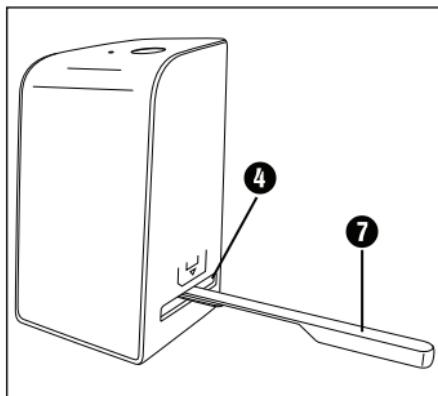

Figura 3
- ◆ Limpie la superficie de la retroiluminación en el interior del aparato con un cepillo de limpieza ⑦. Para ello, deslice el cepillo de limpieza con la superficie de limpieza hacia abajo solo en la ranura derecha ④ (consulte la figura 3).